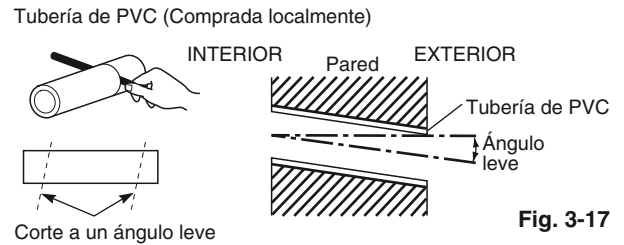

Fig. 3-17
- (9) Mida el grosor de la pared desde el interior al exterior y corte tubo de cloruro de polivinilo con un ligero ángulo para encajar. Inserte el tubo de cloruro de polivinilo en la pared. (Fig. 3-17)